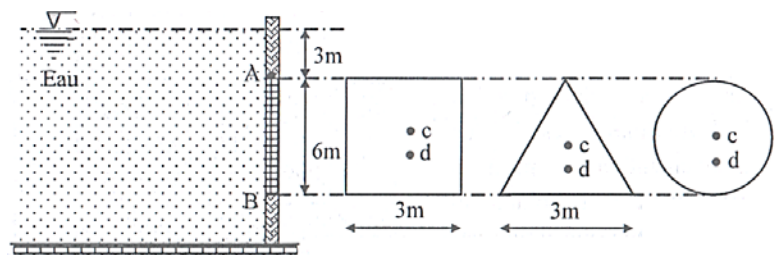

Figure 02
Calculer la force résultante due à l'action de l'eau sur la surface AB , (1) rectangulaire, (2) triangulaire, (3) circulaire de de 6 m de hauteur représentée dans la figure 02. Trouver son point d'application.